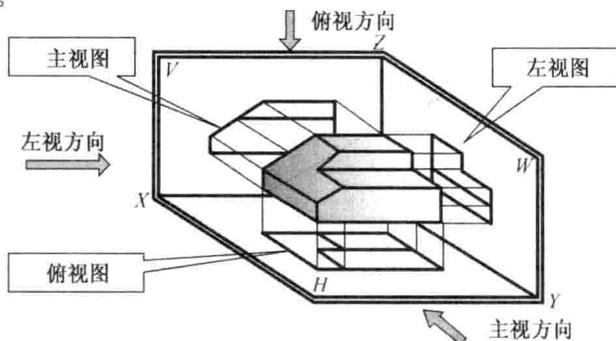

图 1.8
(2) 小组讨论法、演示法：以组为单位，在自制可展开的三面投影体系纸板上绘制模型的三视图，见图 1.8。